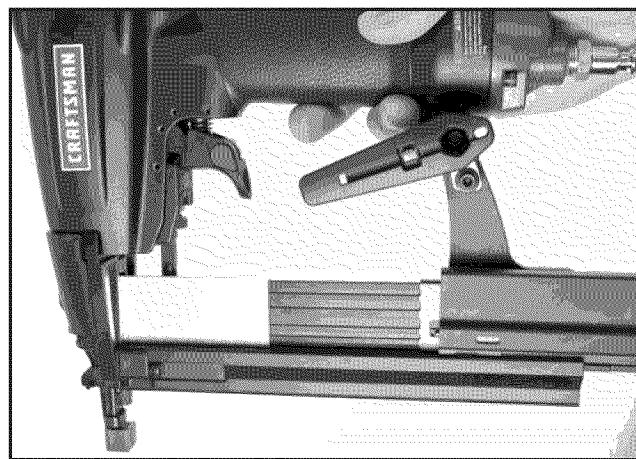

Figura 5- Carga de clavos
- Carga de clavos: Coloque la tira de clavos para que los puntos del cincel reposen sobre la parte inferior del depósito alimentador (Ver la figura 5)